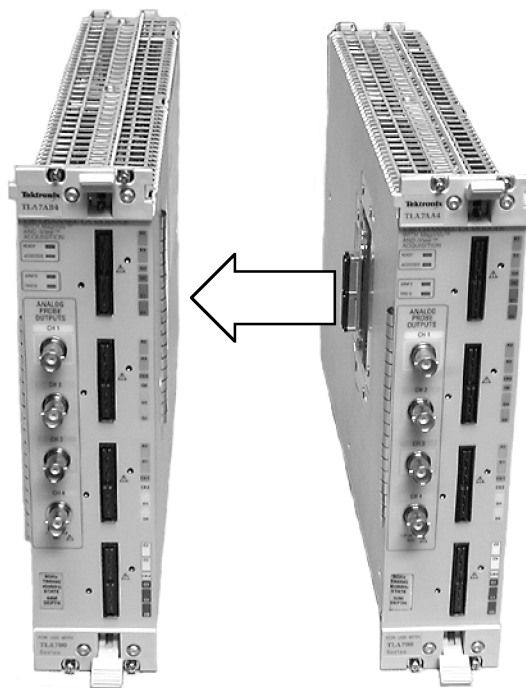

図 50: マージされたセットのモジュールを接続する
6. マージする最初のモジュールのペアを横に並べて、マージ・コネクタ・アセンブリの位置を合わせ、2 台のモジュールを接続します。(図 50 参照)。